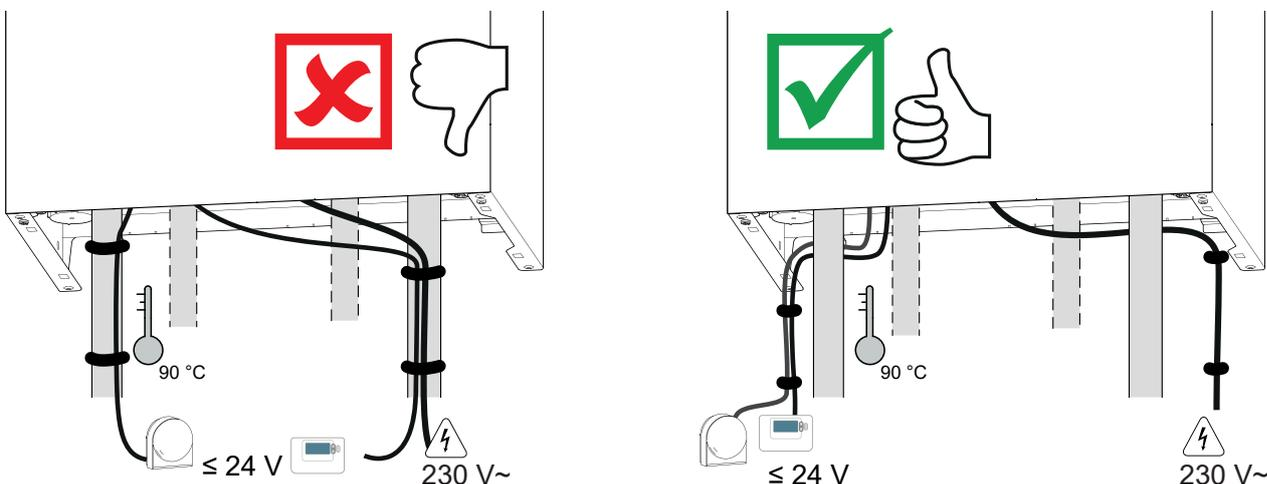
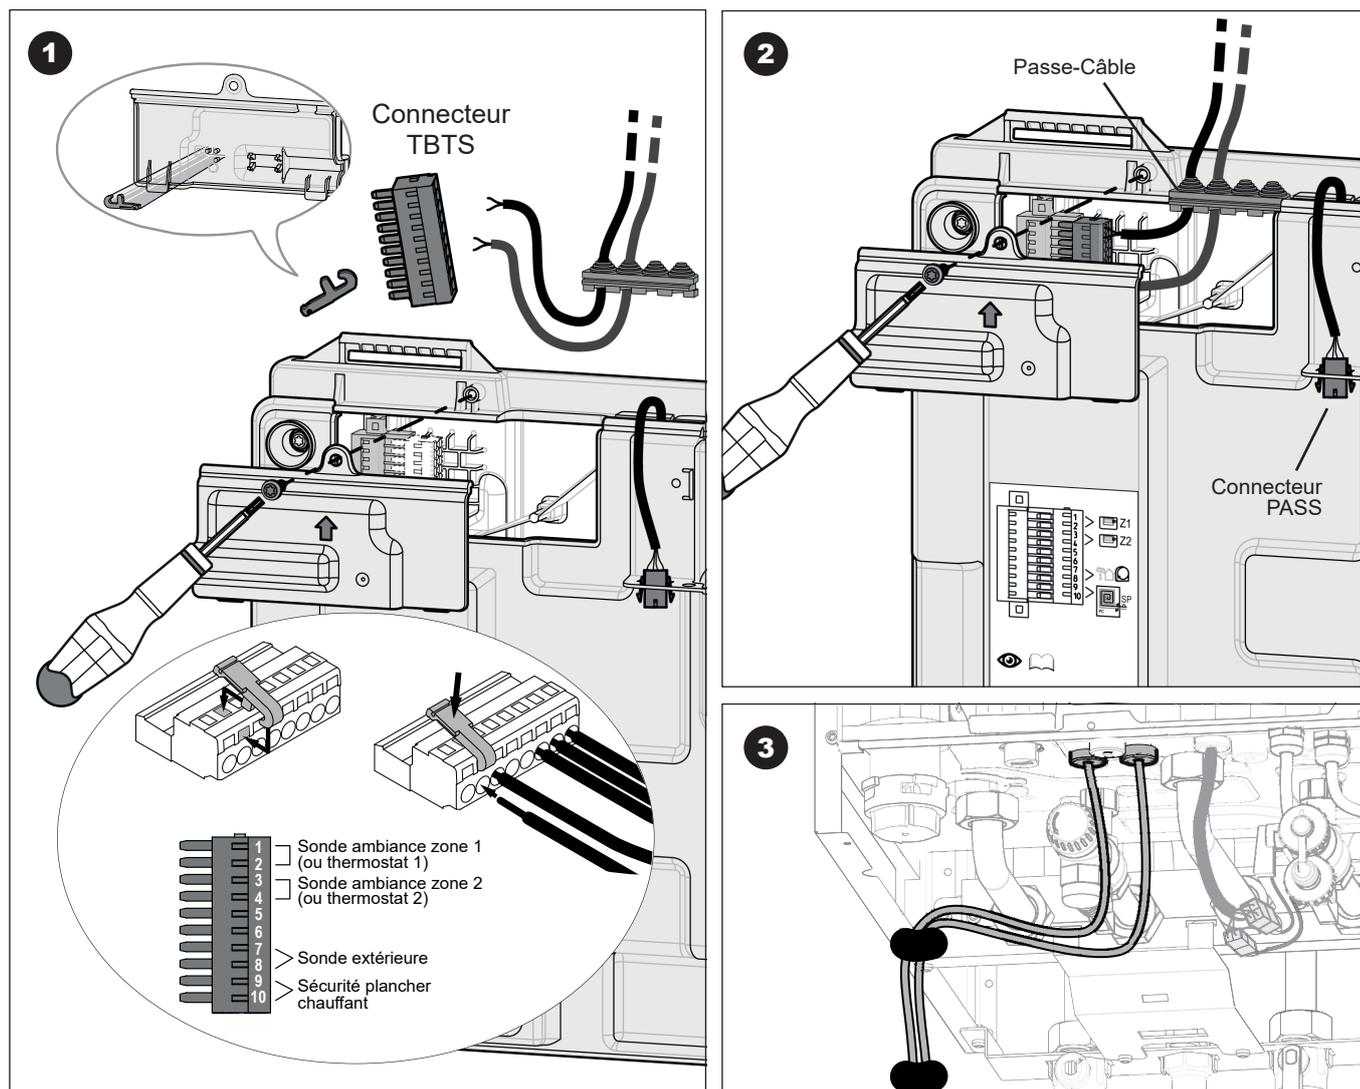

fig. 19 - Chemin de câbles
fig. 25 - Accès bornier TBTS
- Effectuer les raccordements suivant les schémas (fig. 19 et fig. 25, page 29).